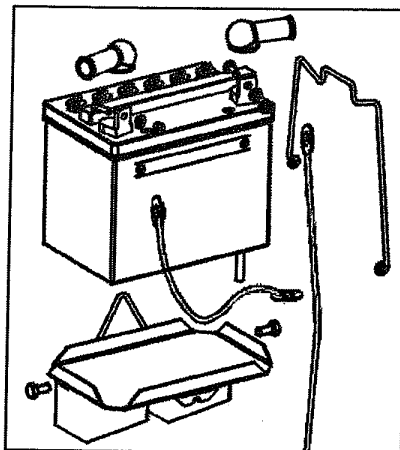

Fig. 8
5. Replacer la batterie et la fixer avec la barre (voir Fig. 8). **Attention!** Ne pas balloter la batterie. Si de l'électrolyte a été renversé, nettoyer la zone à l'eau claire. La batterie émet des vapeurs explosives. Aucune étincelle, flamme ou cigarette près de la batterie.